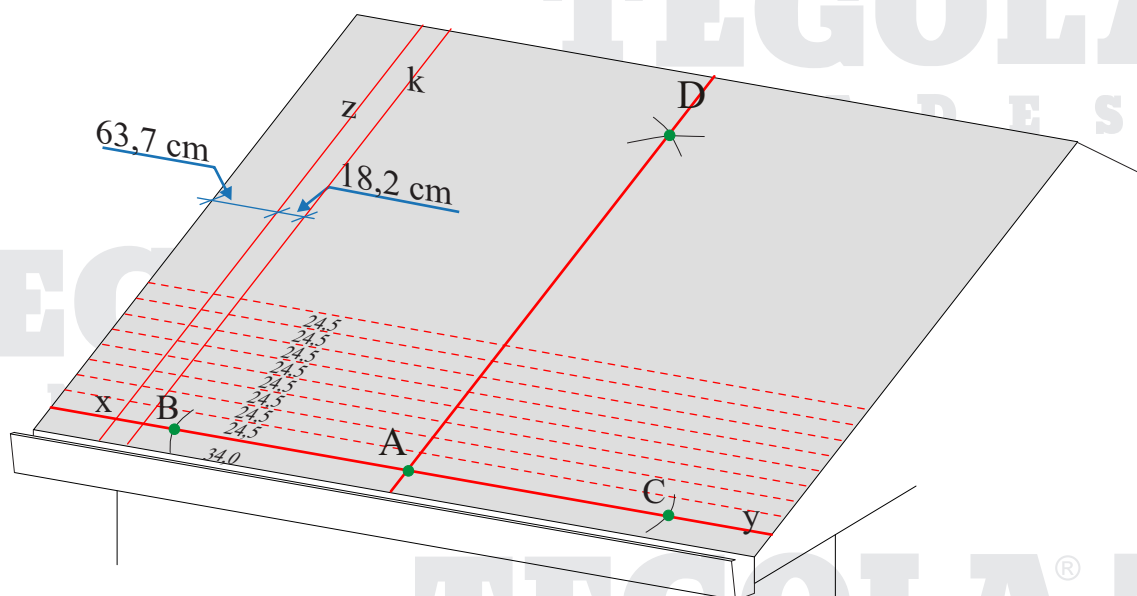

Fig. 1 - Tracciatura della copertura
- Partendo dalla linea xy tracciare delle linee orizzontali e parallele alla stessa, ad una distanza di cm 24,5 fra di loro fino ad arrivare al colmo (fig.1).